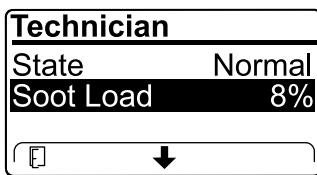

図 44
- すすの蓄積レベルDPFでの表示される図44を確認するすす蓄積表を参照